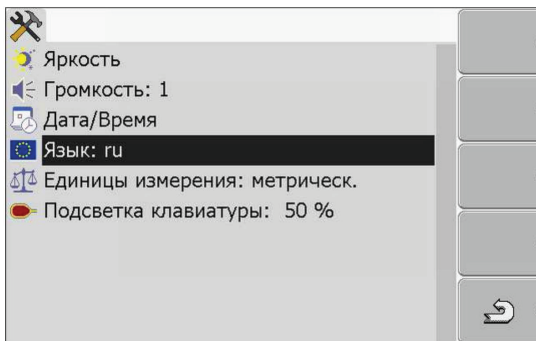

Рисунок 3.13 – Шаблон Настройка терминала
5.  Щелкнуть по строке **Sprache** (Язык) – рисунок 3.13.
Основные настройки терминала можно настроить в шаблоне **Настройки терминала** (рисунок 3.13).